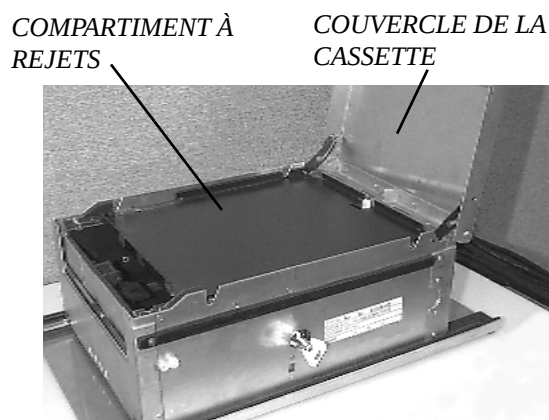

Figure 4-5. Illustration de la cassette et du compartiment à rejets.
5. Soulevez le couvercle de la cassette de façon à exposer le compartiment à rejets comme l'illustre la figure 4-5. Enlevez tout billet rejeté. Soulevez le compartiment à rejets afin d'accéder au compartiment à billets.